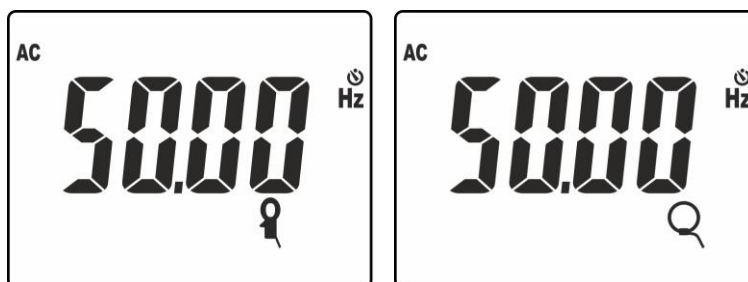

Fig. 40: Resultado medida de frecuencia con pinza estándar e flexible
9. Pulse la tecla **MODE/MXMNPK** para visualizar el valor de la frecuencia de la corriente CA a alta resolución (ver Fig. 40)